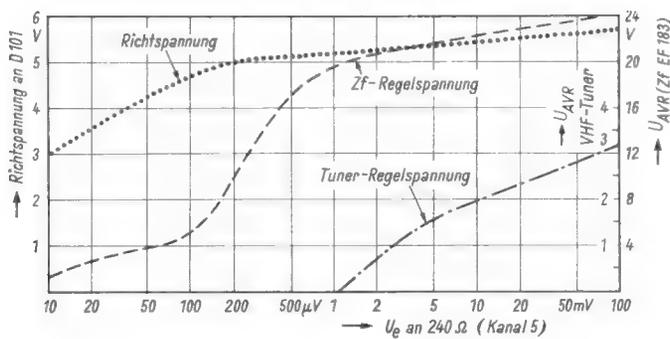

Bild 4. Verlauf der Hf- und Zf-Regelspannung sowie der Richtspannung an der Videodiode im Verhältnis zum Eingangssignal
Diese Schaltungsauslegung – transistorbestückter UHF-Tuner und röhrenbestückter VHF-Kanalwähler – wurde mit Rücksicht auf das geringstmögliche Eigenrauschen des Empfängers gewählt. Die erste VHF-Zf-Röhre EF 183 übernimmt zusammen mit der Hf-Vorstufe im VHF-Kanalwähler die gesamte Regelfunktion dieses Bereiches. Wie aus Bild 4 hervorgeht, setzt die Regelspannung für die Röhre PCC 189 erst bei einer Eingangsspannung von  $\approx 1$  mV ein, was dem Signal/Rausch-Verhältnis bei kleinen Eingangsspannungen zugute kommt. Der Trimmwiderstand R 218 (TR) gestattet eine Verschiebung dieses Einsatzpunktes, um auch bei starken Streuungen der EF 183 die gleiche Verteilung der Regelspannung wie in Bild 4 zu erreichen (alle Positionsangaben beziehen sich auf die Gesamtschaltung Bild 5 auf Seite 729).
Wenn aber das Eingangssignal an der Videostufe bereits 5 VSS beträgt, so kann die Verstärkung der nachfolgenden Videostufe entsprechend geringer sein. Nunmehr läßt sich diese Röhre mit relativ kleinen Außenwiderständen betreiben, so daß man zusätzliche Bandbreite gewinnt. In Verbindung mit dem angegebenen Außenwiderstand von 2,7 kΩ und einer starken Gegenkopplung von 68 Ω in der Katodenleitung ist die Gesamtverstärkung etwa 18fach. Das bedeutet, daß bei einem Signal von 5 VSS an der Videodiode, der Bildröhre bereits eine Signalspannung von 90 VSS zur Verfügung steht. Wie aus Bild 4 weiter hervorgeht, erzeugt ein Eingangssignal in der Größenordnung von etwa 75 μV bereits eine Richtspannung von 4,5 V an der Videodiode; das entspricht etwa einer Spannung von 80 VSS an der Bildröhre.